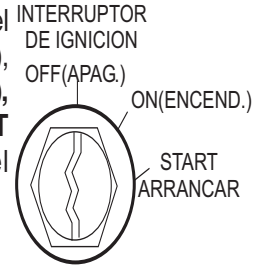

Figura 20. Interruptor de ignición
3. Inserte la llave de ignición dentro del interruptor de ignición (Figura 20), gírela a la posición **ON(ENCENDIDO)**, luego a la posición **START ARRANCAR**, suéltela cuando el motor se encienda.
3. Gire la llave de ignición (Figura 20) a la posición **APAGADO/OFF**.